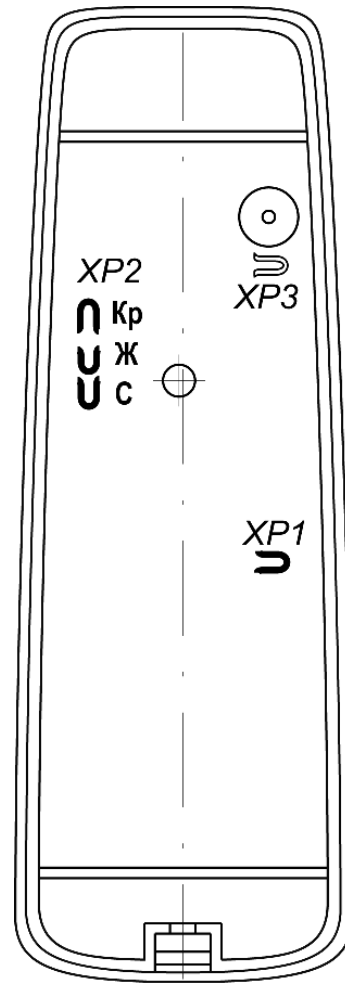

Рисунок 2. Расположение трех перемычек «номер считывателя» (XP2), перемычек «отключение концевого резистора» (XP1) и «тип выходного интерфейса» (XP3)
Номер считывателя от 1 до 8 задается с помощью конфигурационных перемычек **XP2** (см. рис. 2). Соответствие номера считывателя положению перемычек указано в таблице 2.
Для изменения формата выходных данных интерфейса *Wiegand* необходимо при монтаже считывателя перекусить кусачками соответствующие перемычки-проводом **XP2** (см. рис. 2), расположенные на тыльной стороне корпуса считывателя под металлическим основанием. Изменение формата выходных данных интерфейса *Wiegand* производится перекусыванием перемычек в соответствии с Таблицей 4.
Считывание кода подтверждается считывателем кратковременным миганием индикатора желтым цветом, сопровождаемое кратковременным звуковым сигналом. Для включения варианта управления «*double-line*» необходимо при монтаже считывателя перекусить кусачками перемычку-провод красного цвета «*single-double*» **XP2** (см. рис. 2), расположенную на тыльной стороне корпуса считывателя под металлическим основанием.
5. При работе с интерфейсом RS-485 при помощи трех перемычек **XP2** (см. рис. 2) установите номер считывателя согласно п.5.1.1, для чего в соответствии с табл. 2 перекусите кусачками необходимые перемычки.
6. При работе с интерфейсом RS-485 учтите, что с целью предотвращения искажений сигнала на концах линии связи RS-485 должны быть установлены концевые резисторы. В считывателе **PERCo-IR19** такой резистор предусмотрен конструктивно. Если устанавливаемый считыватель не является конечным устройством на линии связи, то на нем необходимо отключить концевой резистор, для чего перекусите перемычку **XP1** (черного цвета, см. рис. 2). Проверьте наличие концевых резисторов на реальных концах линии связи интерфейса RS-485.